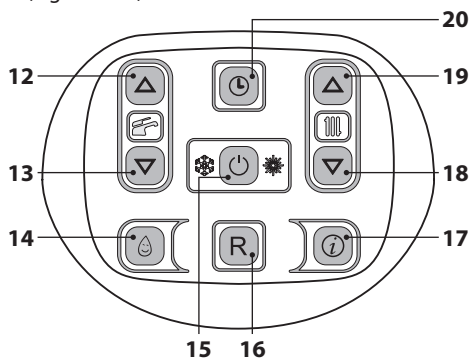
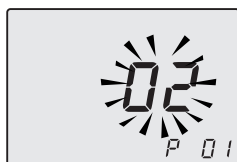

Figura 5.34
Figura 5.35
- Entrare in "modalità programmazione" premendo contemporaneamente per 10 secondi i tasti 15 - 18 - 19 (Figura 5.34) fino a far apparire sul display LCD le lettere **P01** e il valore del parametro, indicanti l'entrata nel "parametro 01" (Figura 5.35).
- Premendo il tasto 15 (Figura 5.34) si ottiene la conferma del valore inserito.
Comunque se la temperatura ambiente non dovesse essere confortevole si può aumentare o diminuire la temperatura di mandata dell'impianto riscaldamento di  $\pm 15^{\circ}\text{C}$  agendo sui tasti 18 (diminuzione) e 19 (aumento) (Figura 5.34).